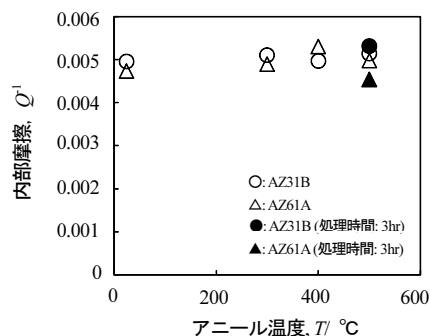

図4 AZ31BおよびAZ61Aの内部摩擦とアニール条件の関係
- 2) 内部摩擦は焼きなまし温度によらずほぼ一定であることから(図4)、押出材AZ31BおよびAZ61Aにおいて減衰特性への集合組織の影響は小さい。